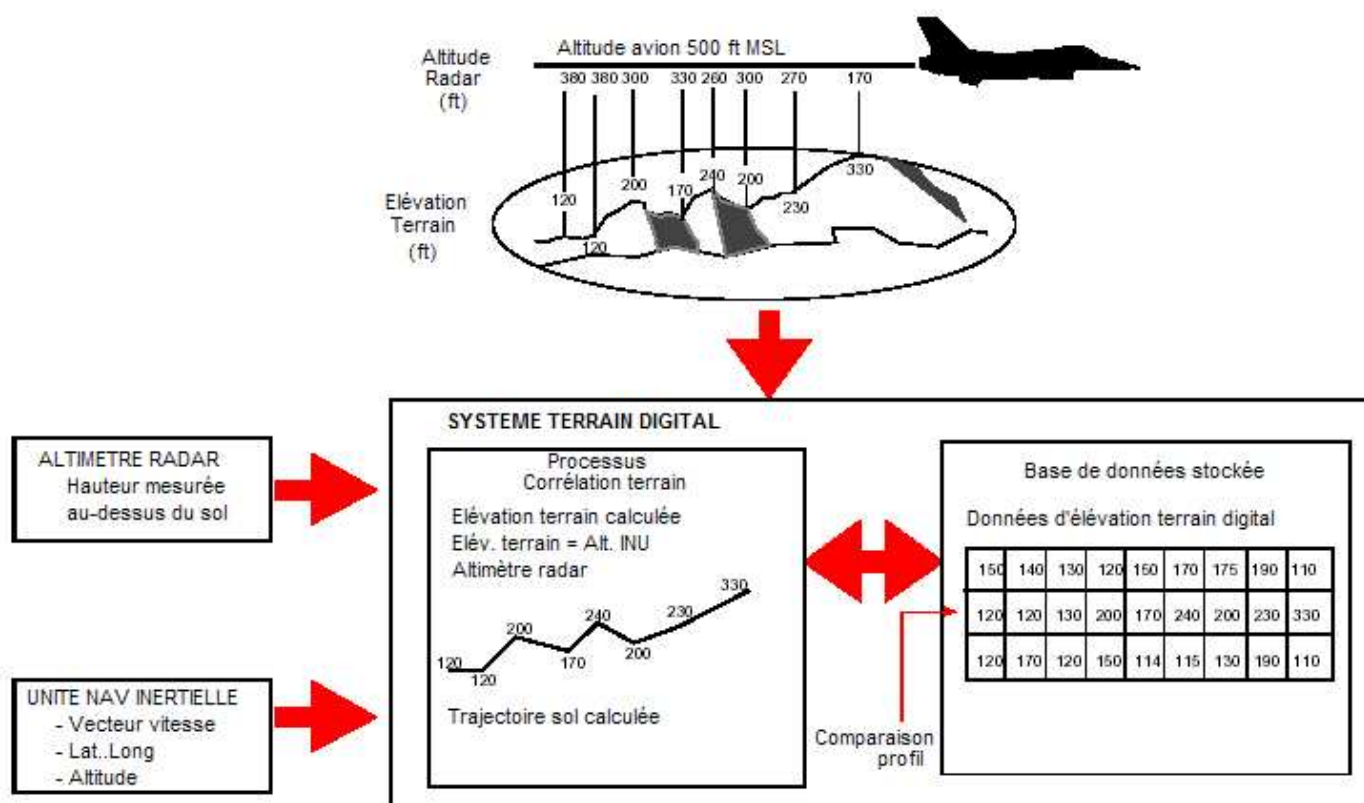

Figure 2-31 Processus de corrélation du terrain
Le TRN est la fonction DTS qui fournit les données de position de l'avion référencées au terrain pour l'utilisation par les autres fonctions DTS. La fonction TRN enregistre la position de l'avion par rapport à une base de données terrain stockée dans la mémoire de masse du DTS/DTC en estimant les erreurs INS en utilisant les observations de l'altimètre radar du terrain local. Les mesures de l'altimètre radar (observations) sont corrélées avec la base données terrain pour arriver à une position horizontale (X, Y) et verticale (Z) estimée (Figure 2-31). La fonction TRN estime également la précision de sa propre incertitude de position horizontale et verticale (données HPU et VPU respectivement). La HPU est l'estimation TRN de la précision de sa propre solution de position X et Y et peut être vue comme une probabilité d'erreur circulaire (CEP) du TRN. La VPU est l'estimation de la précision linéaire de la solution de l'axe TRN Z et peut être vue comme une sorte de valeur « plus ou moins ». Une incertitude de position basse indique une grande confiance dans la précision des estimées de position respectives. Le tableau 2-1 montre les valeurs d'incertitude et leurs taux de confiance associé.